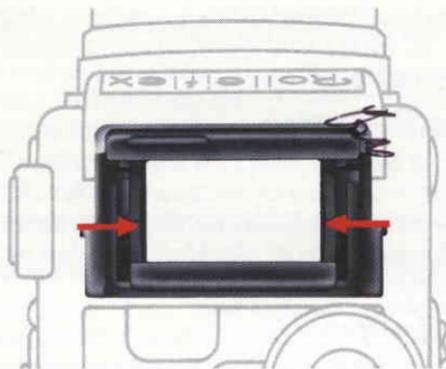

Abb. 36
- Zum Schließen zuerst die Lupe einklappen, dann die beiden Seitenwände nach innen falten (Abb. 36) und nun die Abdeckung selbsttätig schließen lassen.